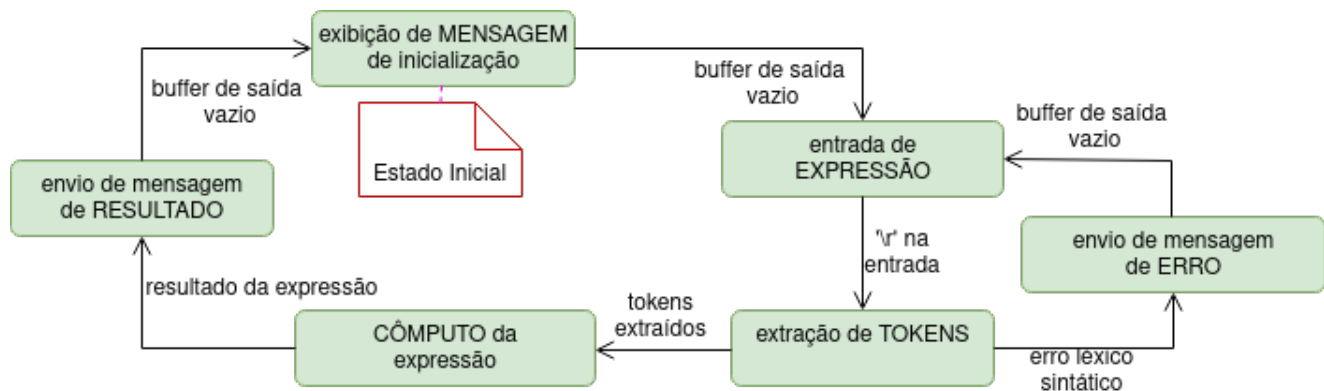

Figura 7: Diagrama de máquina de estados do projeto paridade (editado em [19]).
Neste experimento vamos desenvolver o projeto *paridade*. É aceito como entrada uma linha de comando `<op> <valor>`, em que `<valor>` é um número de 32 bits e `<op>` o tipo de paridade. O valor é precedido de `H/h`(hexadecimal), `B/b`(binário) ou sem nada (decimal) e os dois tipos de paridade são identificados com `P/p`(ar) e `I/i`(mpar). Os tokens `<valor>` e `<op>` devem ser separados por um espaço branco. Assuma que letras podem ser maiúsculas ou minúsculas em hexadecimal. A figura 7 mostra um diagrama de máquina de estados do projeto, mostrando as transições entre os seis estados do sistema.
- 3.3 Defina os estados e as regras de transições válidas para cada par de estados mostrados no diagrama de máquina de estados da figura 7. Especifique as ações permitidas em cada estado. Adicione o tipo de dado `enum estado_tag` em `ISR.h`, redefinido como `tipo_estado`, que nomeia os valores constantes associados aos diferentes estados com os nomes intuitivos dos estados, `MENSAGEM`, `EXPRESSAO`, `TOKENS`, `COMPUTO`, `RESULTADO` e `ERRO`.